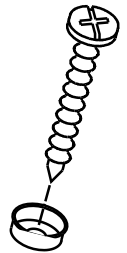
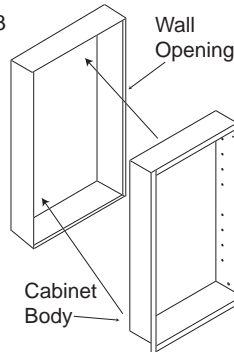

Fig. 3
Fig. 4
- Note: For ease of installation, an additional person is recommended. Insert cabinet into wall opening. (Fig.3) Ensure the cabinet is plumb and level. If necessary use a carpenter's level and shim corners of cabinet. Secure to wall studs through the four (4) mounting holes inside cabinet, using the screws that have been placed into the plastic bases. (Fig. 4) Do not over tighten the mounting screws as the body side wall may bend and prevent proper shelf installation. Only tighten screws until they are flush with the body.
- Nota: Para la facilidad de la instalacion, recomiendan una persona adicional. Inserte el gabinete en la abertura de la pared. (Fig. 3) Asegura el gabinete es vertical y llana. En caso de necesidad utilice las esquinas del nivel y de la calza de un carpintero del gabinete. Asegure a los pernos prisioneros de la pared a traves de los cuatro (4) agujeros de montaje dentro del gabinete, usando los tornillos que se han colocado en las bases plasticas. (Fig 4) Excedente no aprieta los tornillos de montaje mientras que la pared el lateral de carroceria puede doblar y prevenir la instalacion apropiada del estante. Apriete solamente los tornillos hasta que son rasantes con el cuerpo.